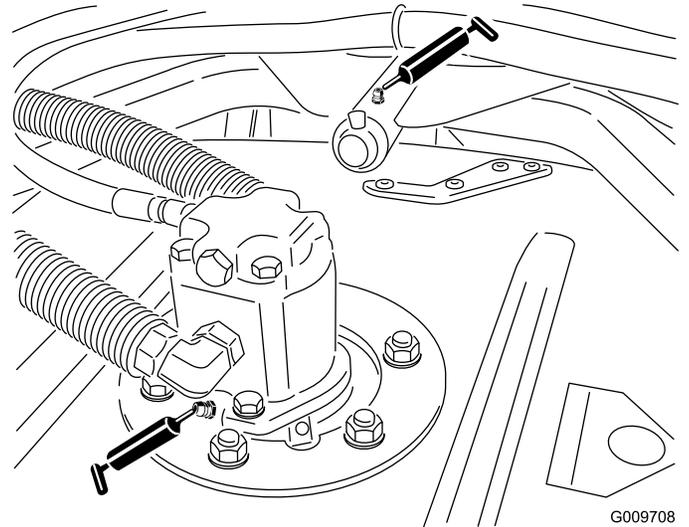

Figura 27
- Bielas do eixo da unidade de corte (2 por unidade de corte) (Figura 27)
- Casquilhos do braço de suporte da unidade de corte (1 por cada unidade de corte) (Figura 27)